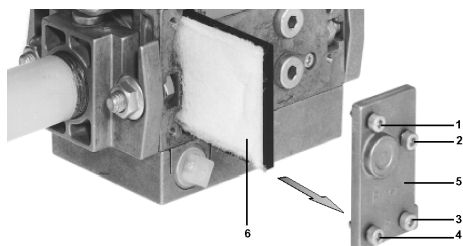

Рис. 38
- 2 Отвинтите винты 1 ÷ 4 шестигранным ключом № 3 и снимите крышку фильтра 5 на Рис. 38.